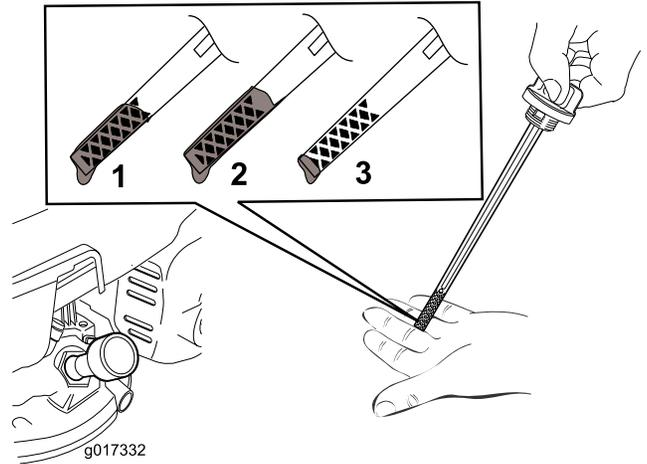

图7
2. 拆下量油尺 (图7)。
注意 向发动机曲轴箱添加机油直到量油尺显示机油油位达到图7中所示的正确位置。如果发动机加注机油过多则需要按照 更换机油 \(页码 13\) 的说明去除多余机油。